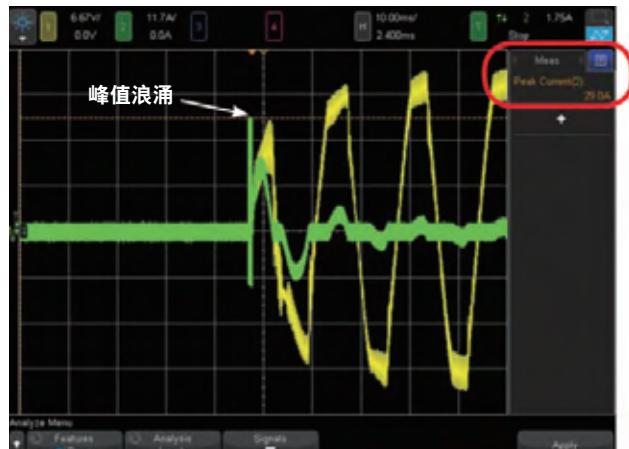

图14: 浪涌电流测量。
12. 重复数次，以获得最极端条件下的峰值浪涌电流，如图14所示。